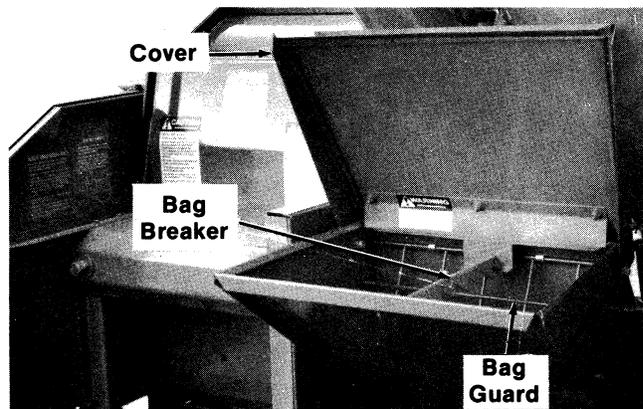

Fig. 6-6
**CONCENTRATE HOPPER (Fig. 6-6)**